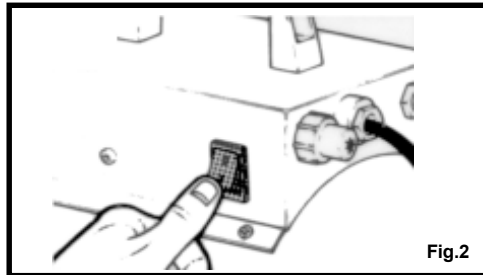

Fig.2
2. Accionar el ventilador con el interruptor de tecla blanca (ver fig.2)